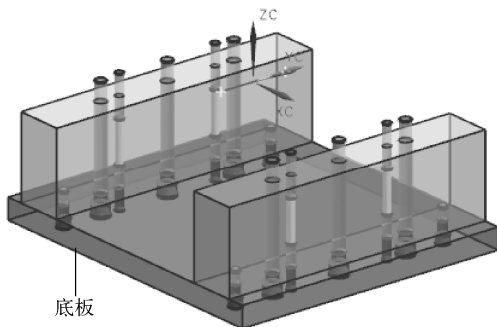

图 10-124 底板
(1) 在图 10-124 所示的底板上安装 4 颗垃圾钉。